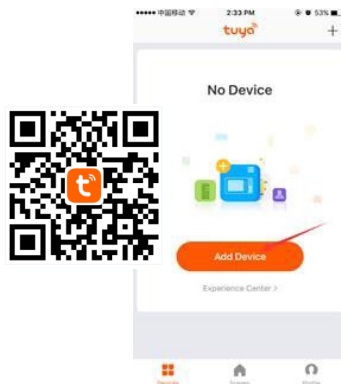

Fig 1
4. Encienda el producto y asegúrese de que esté en un entorno cubierto de WIFI. La luz indicadora parpadeará rápidamente. Si la luz indicadora no parpadea rápidamente, presione el botón "}}" durante 5 segundos y el producto emitirá un sonido "bi", luego vaya a la aplicación, toque "agregar dispositivo" en la parte inferior, como se muestra en la imagen 1